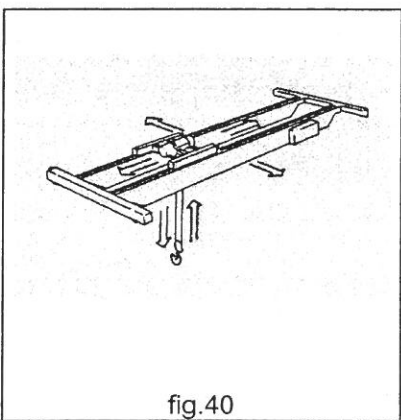

fig.40
- **SEMPRE** verificare la rispondenza dei movimenti della gru, del carrello e del paranco (fig.40).